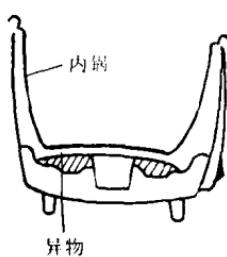

图 1-6 加热板与锅底之间不能有异物
① 在使用电饭锅前应仔细阅读使用说明书，熟悉其性能和操作方法。
② 使用前应先接好地线，以保证使用时的安全。
③ 插接电源时，应先把电饭锅锅身底部插销座插好，然后再把电源引线另一头的电源插头插入供电插座。
④ 将装好米的内锅放入外锅中时，应左右轻轻转动几下，以使内锅锅底与加热板完全吻合接触。
⑤ 加热板与内锅锅底之间，应保持清洁，不能夹杂有任何异物与污渍（见图1-6）。
⑥ 从锅内取出食物以前，应先将电源插头拔下。放入食物时也要等盖好锅盖后，再接通电源。
⑦ 电饭锅使用时要注意放平，否则锅内的水一边多，一边少，会影响煮饭质量，并使断电的时间延长。
⑧ 淘米时最好不要使用内锅，应用其他器具将米洗净后再倒入内锅，以免损坏内锅。装入内锅的米要用手摊平，以